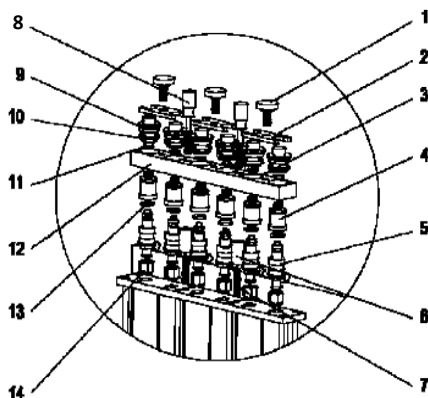

Рис. 4
- 5) Другие операции аналогичны пункту А. См. рисунок 4.